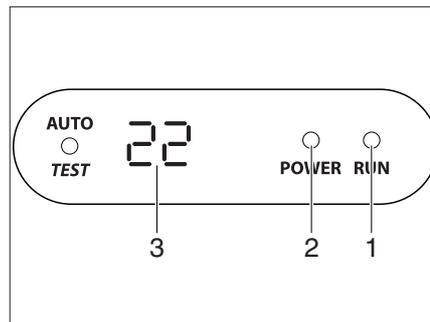

Fig. 320 Display sul diffusore
- Collegare il veicolo all'alimentazione a 230 V. L'impianto di climatizzazione è pronto a funzionare. Il LED (Fig. 320,2) sul display del diffusore si accende in rosso.
- Per attivare, premere il tasto di accensione/spengimento (Fig. 319,2) del telecomando. Il LED (Fig. 320,1) è acceso in verde quando l'impianto di climatizzazione funziona in modalità di raffreddamento. Il LED (Fig. 320,1) è acceso in rosso quando l'impianto di climatizzazione funziona in modalità di riscaldamento.